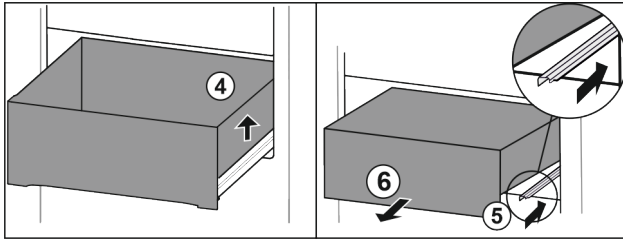

Fig. 93
- ▶ Lade rechts optillen. Fig. 93 (4)
- ▶ Rechter rail erin schuiven. Fig. 93 (5)
- ▶ Lade naar voren toe verwijderen. Fig. 93 (6)